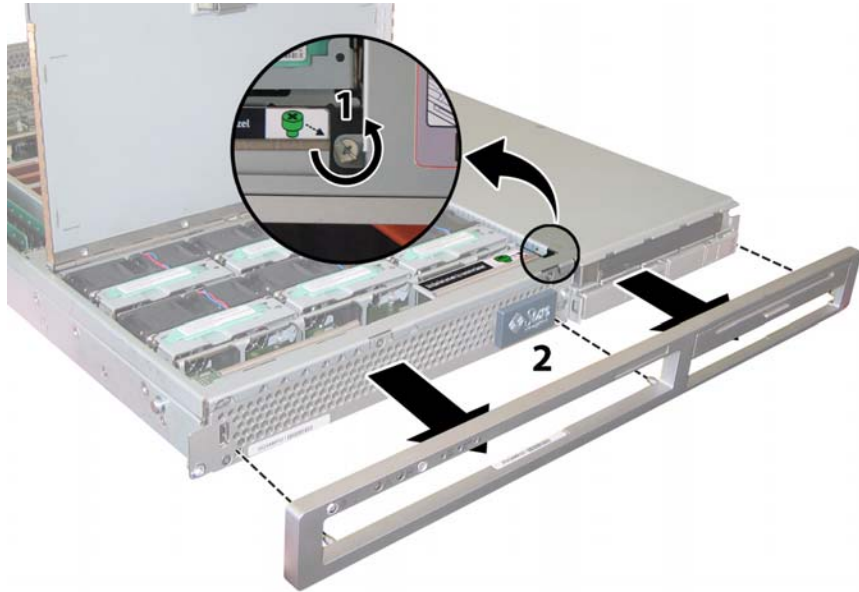

ABBILDUNG 3-3 Lösen der Befestigungsschraube der Frontblende
1. **Öffnen Sie die Klappe des Lüfterschachts, und lösen Sie mit einem Kreuzschraubendreher (Größe 2) die Halteschraube, mit der die Frontblende befestigt ist. Siehe ABBILDUNG 3-3.**